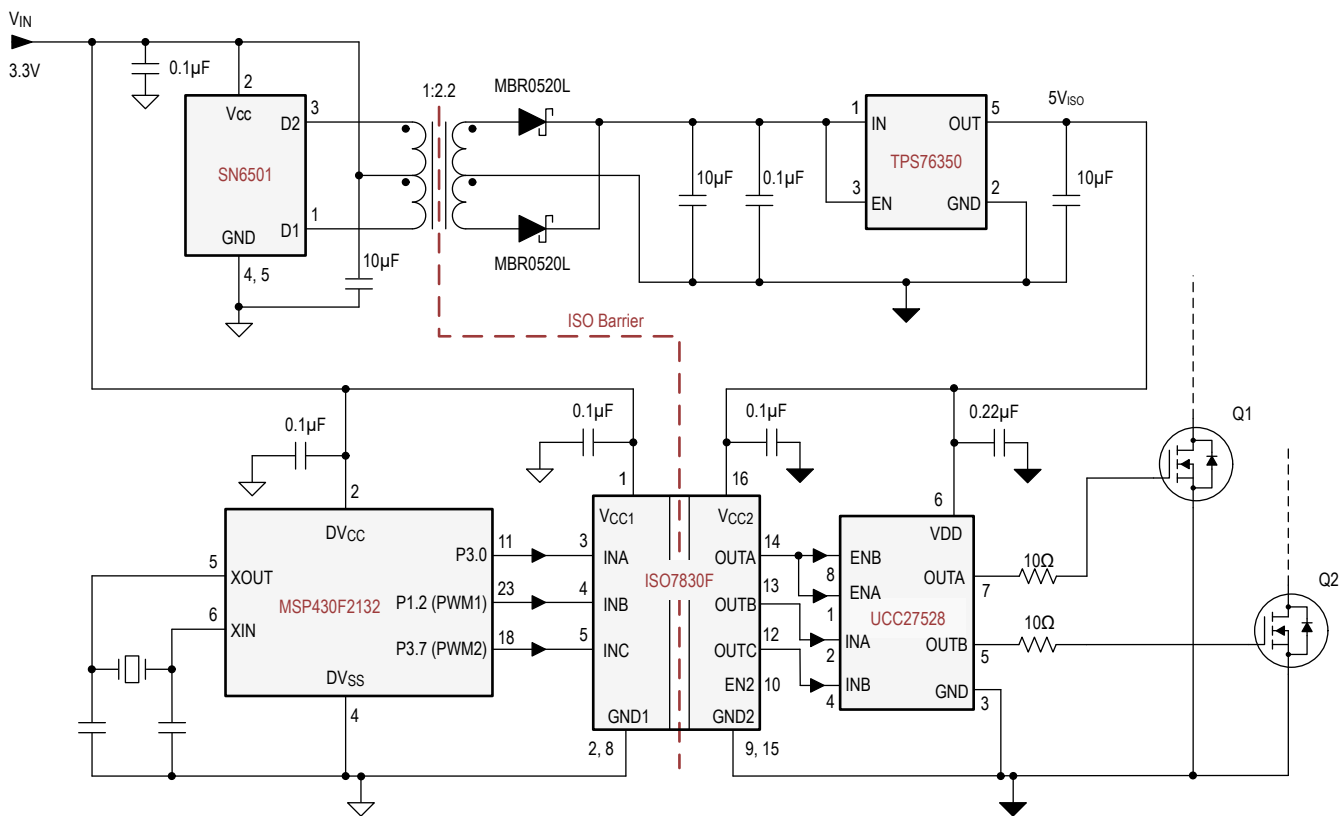

图 8-1. 隔离式双路 MOSFET/IGBT 栅极驱动电路
ISO7830F 可与德州仪器 (TI) 的混合信号微控制器、栅极驱动器、变压器驱动器和电压稳压器配合使用，以形成隔离式 MOSFET/IGBT 驱动电路。图 8-1 显示了隔离式双通道栅极驱动器的实现方案